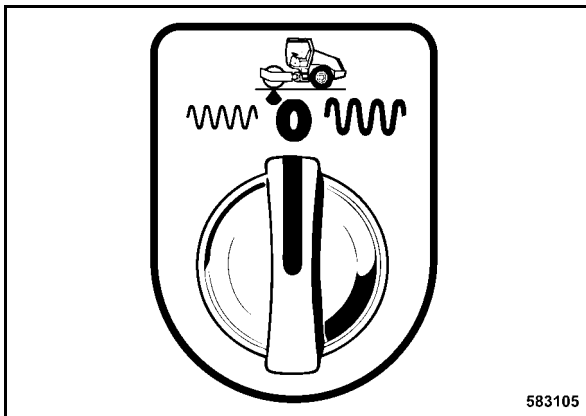

Fig. 49
- Poner el interruptor giratorio para vibración, preselección de amplitudes (Fig. 49), a posición "0".